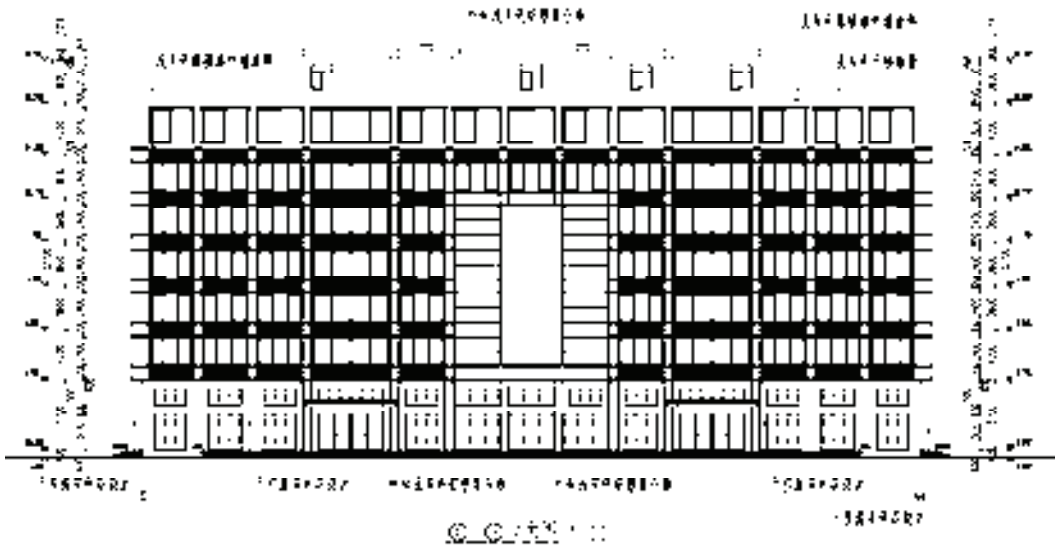

图 15-164 办公楼立面图
7) 点取插入点，即可完成添加图名标注操作，结果如图 15-164 所示。